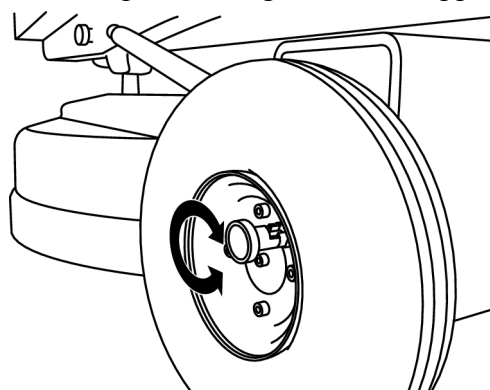

Bild 4-4. Vrida 90 grader
2. Vrid låssprinten 90 grader och släpp den för säkrat läge, se Bild 4-4, sidan 19.